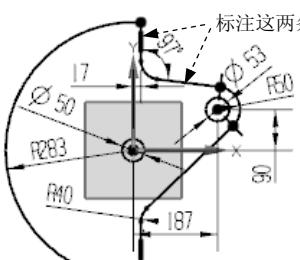
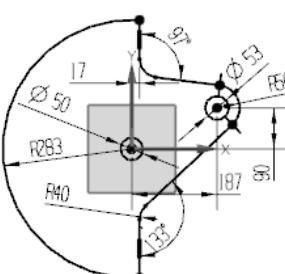

图 5.12.15 标注角度尺寸
图 5.12.16 标注其余角度尺寸
(6) 标注角度尺寸。选择下拉菜单 **插入(S) → 尺寸(M) → 角度(A)...** 命令，可标注图 5.12.15 中两条直线之间的角度，角度值为 97；接着完成图 5.12.16 所示的其余角度尺寸，角度尺寸值为 133，此时系统提示**草图已完全约束**。